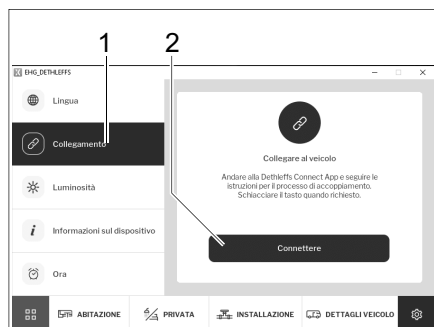

Fig. 287 Collegamento mediante display EHG
- Digitare il pulsante *Collegamento* (Fig. 287,1). Viene visualizzata un'istruzione operativa che consente di collegare il dispositivo mobile al veicolo.
- Digitare il pulsante *Collegare* (Fig. 287,1). Ora il veicolo e il dispositivo mobile sono accoppiati.